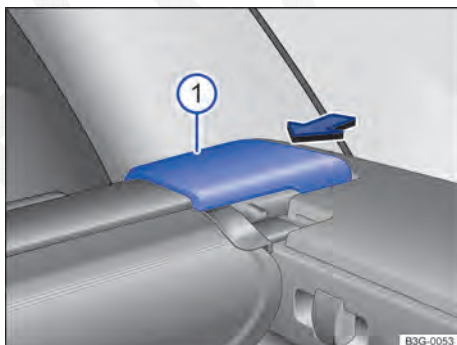

Fig. 125 No compartimento de bagagem: remover a cobertura do compartimento de bagagem.
- Pressionar a tampa terminal da cobertura do compartimento de bagagem → Fig. 125 ① na direção da seta e mantê-la pressionada.
- Soltar a cobertura do compartimento de bagagem → Fig. 125 ①.
- Colocar a cobertura do compartimento de bagagem no alojamento direito → Fig. 125 como mostrado.